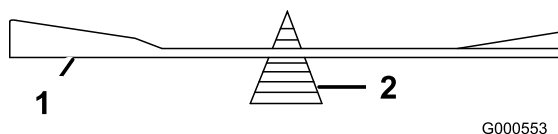

Figure 55
- Vérifiez l'équilibre de la lame en la plaçant sur un équilibreur (Figure 55).